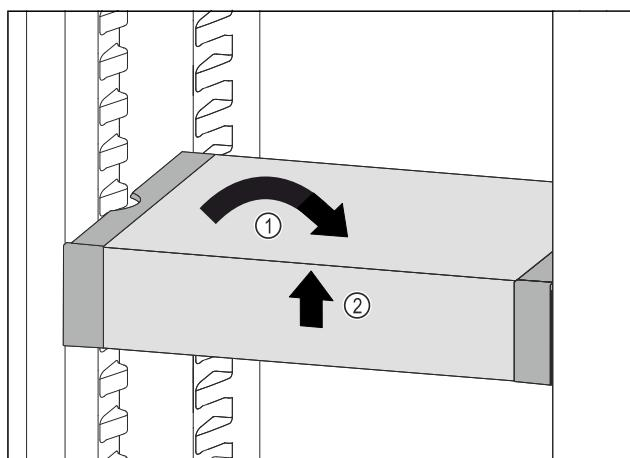

Fig. 108
- Изправете VarioSafe. *Fig. 108 (1)*
- Повдигнете VarioSafe отпред. *Fig. 108 (2)*